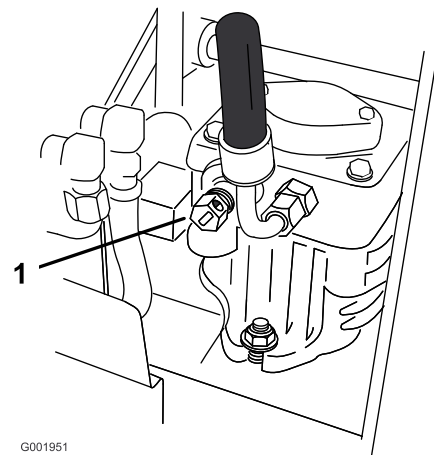

Figura 24
2. Aprite la valvola di bypass su entrambe le pompe facendole ruotare in senso antiorario di 1 o 2 giri. Il fluido idraulico bypassa quindi le pompe, consentendo alle ruote di girare (Figura 24).